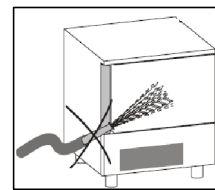

Fig.4
- * Nunca dirigir jatos d'água contra o Equipamento (poderá danificar componetes eletrônicos). (Fig.4)